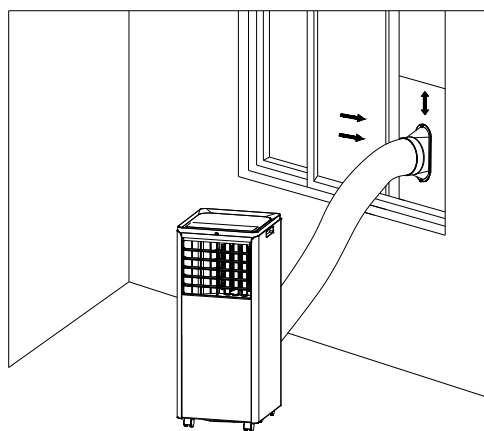
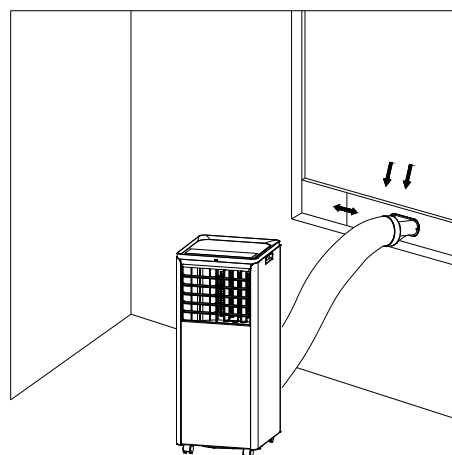

Figure 5
Figure 6
- Allungare il tubo di espulsione dell'aria e collegarlo alla flangia del distanziatore del kit finestra come mostrato in Fig.5 e Fig.6